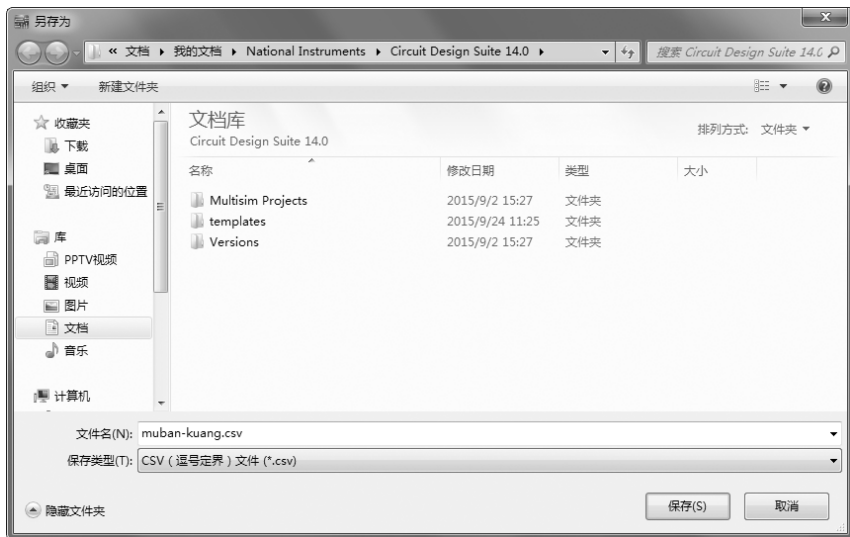

图 11-63 导出文件
- : 单击该按钮，以 “.csv” 文件形式导出网络表信息，如图 11-63 所示。